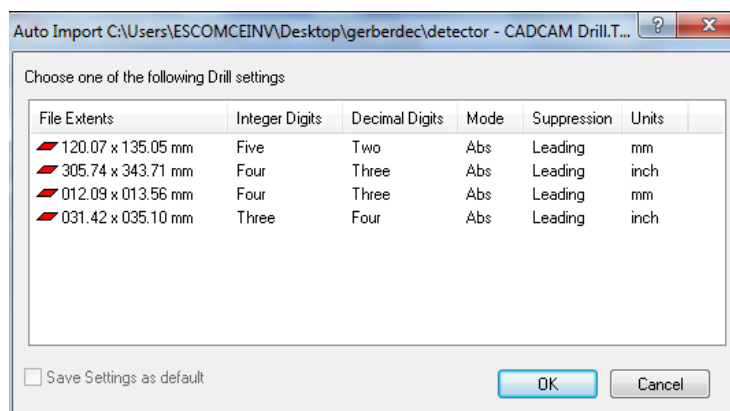

Figura 46. Selección de la dimensión de la PCB.
5. Seleccione los Gerber de perforación y de las pistas (Drill y Bottom Copper respectivamente) como se muestra en la figura 46.
7. Seleccione las dimensiones de la PCB en la ventana que se genera como se muestra en la figura 46.